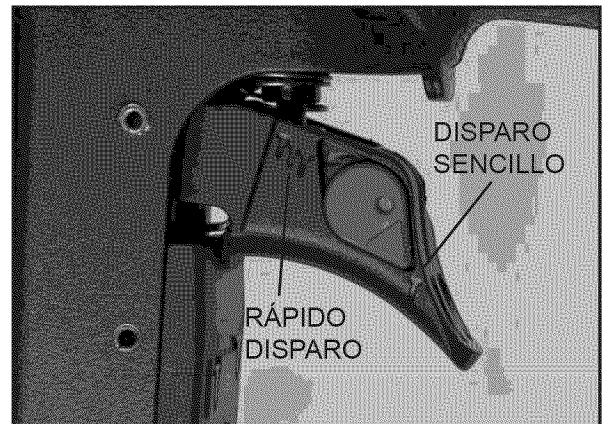

Figura 8- Interruptor de Empuje y Rotación (empujando desde la parte posterior) para seleccionar el modo de operación
- La herramienta está equipada con un interruptor giratorio, el cual puede ajustarse al modo de disparo rápido o de un sólo disparo (Ver la figura 8). Cuando el interruptor esté ajustado al modo de un sólo disparo, la herramienta no clavrará un segundo sujetador hasta que el gatillo esté completamente liberado y jalado de nuevo.